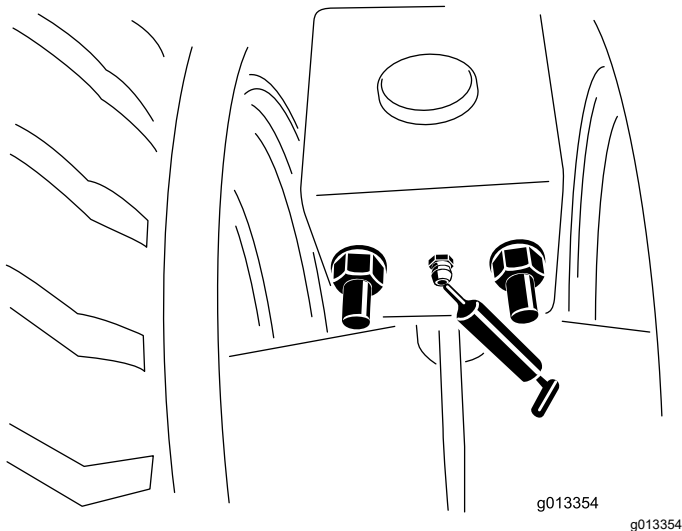

Figure 57
1. Nettoyez tous les graisseurs (Figure 57).